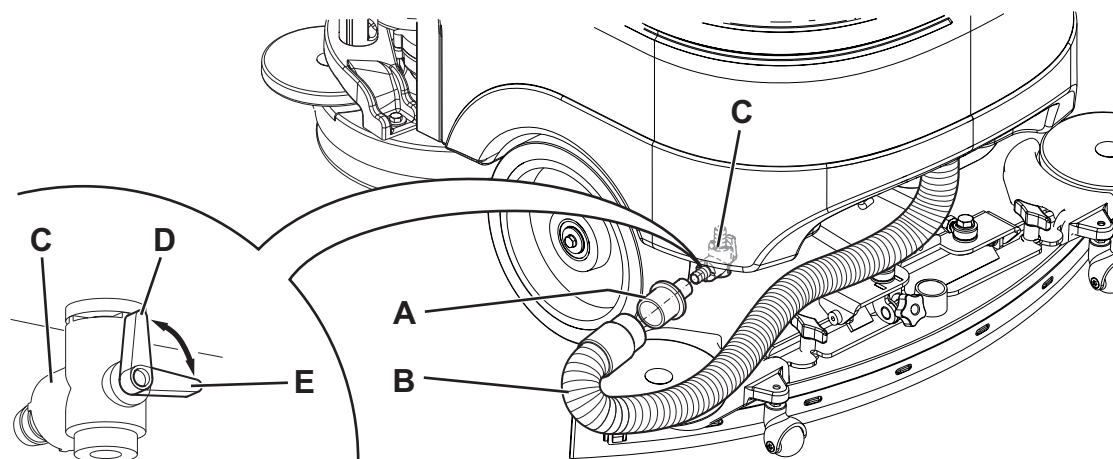

Figure 4
8. Retirer l'adaptateur (28) de son logement dans le compartiment de la batterie.
9. Monter l'adaptateur (A, Fig. 4) dans le tuyau d'aspiration (B) de l'embouchure, puis le fixer à la vanne de décharge (C).
10. Positionner la clé de contact (58) sur « I » et démarrer le système d'aspiration au moyen du bouton (63).
11. Ouvrir la vanne de décharge (C) pour vidanger le réservoir (22).